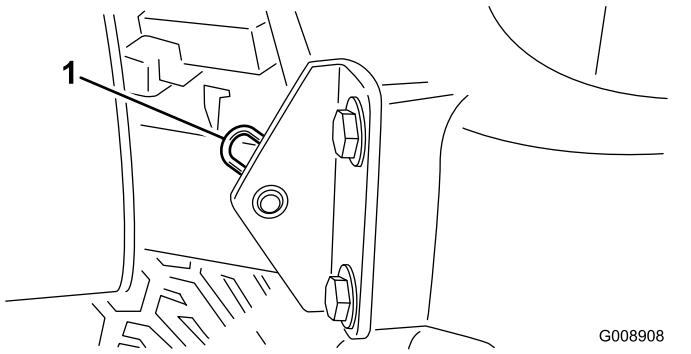

図 35
2. フードのピボット部をブラケットに固定しているヘアピンコッターを抜き取る図 35。